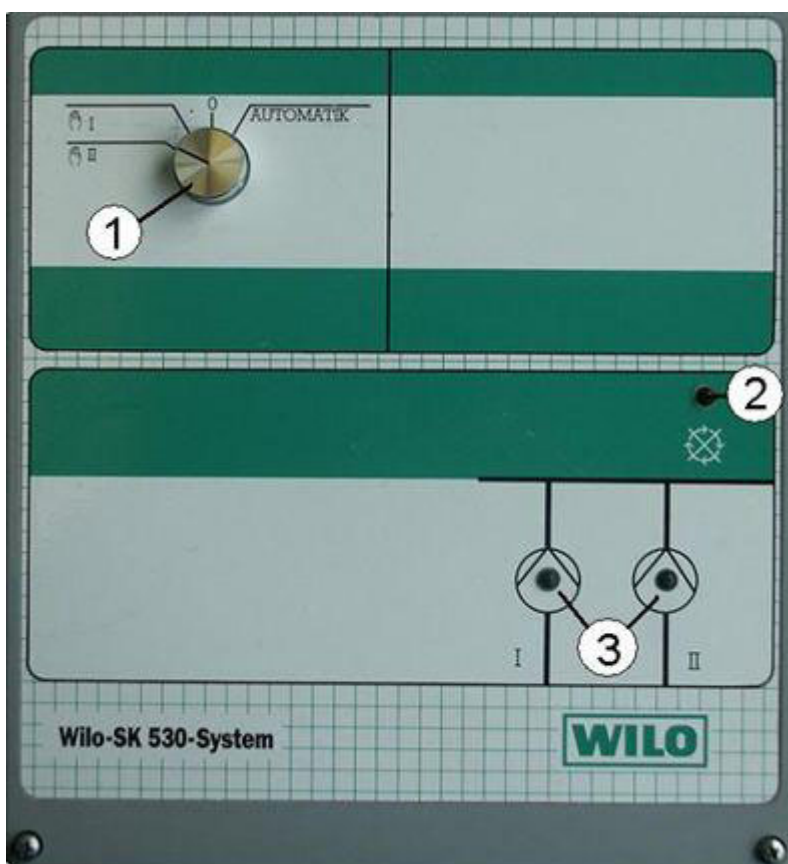

Рис.1
4.1 Описание прибора управления (Рис.1)
- Выбор режима (Рис.1, поз.1):
Внутри прибора имеется 24-часовой таймер (Рис. 1а) для задания режима смены насосов основной-пиковый. Интервал переключения равен 15 мин., что соответствует 96 микровыключателям, расположенным по кругу на диске таймера. Для правильной работы таймера необходимо установить текущее время. Для этого необходимо повернуть диск таймера по часовой стрелке так, чтобы стрелка, нарисованная в центре, указывала текущее время. Для задания времени работы/смены насосов необходимо переключить микропереключатели. Например, для задания режима смены роли насосов через 12 часов необходимо переключить половину микропереключателей (48 шт.) в противоположное положение.
Рис. 1а